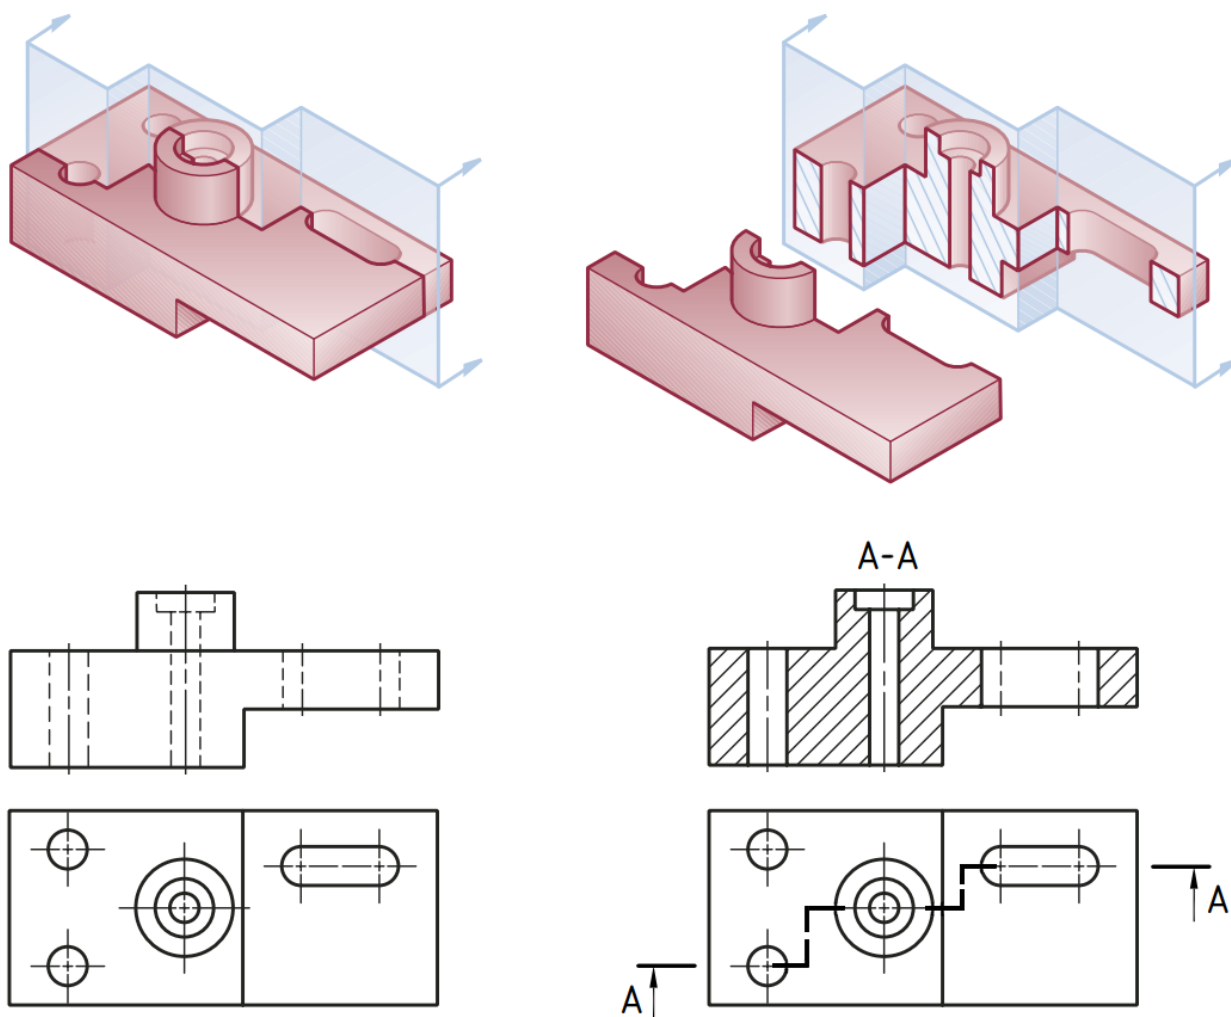

Fig. 9.11. Secțiuni în trepte
- **secțiuni în trepte**, dacă suprafața de secționare este compusă din două sau mai multe plane succesive paralele (fig. 9.11);